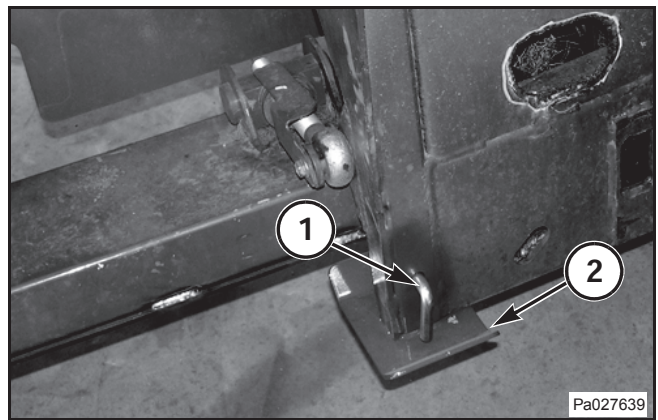

FIG. 7
FIG. 7: Remueva las clavijas de los pernos traba (1) que fijan los caballetes de estacionamiento (2). Levante completamente los caballetes hasta la plataforma. Instale los pernos traba a través de los huecos en la plataforma y en los caballetes de estacionamiento. Instale las clavijas en los pernos traba.